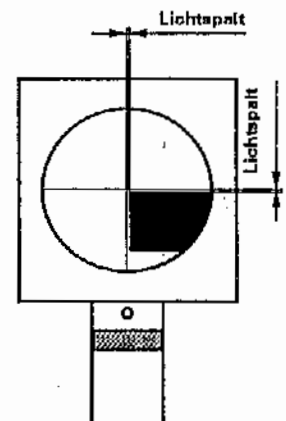

Bild 6: Lichtspaltprinzip
Die Erfassung erfolgt über die Grobeinstellung (6) und Feineinstellung (7) der X- und Z-Achse. Dazu wird das Lichtspaltprinzip (Bild 6) angewandt: Der Schatten der Werkzeugschneide tangiert so am Fadenkreuz, daß dazwischen noch ein dünner Lichtspalt zu sehen ist oder direkt am Fadenkreuz anliegt.